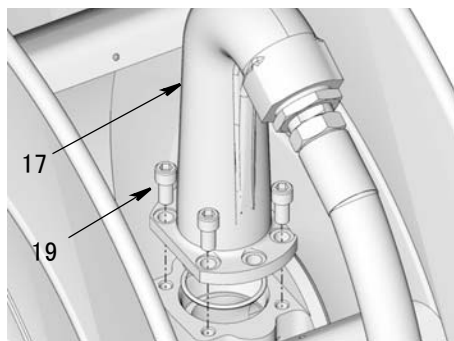

图 34
2. 从卷盘上拆下螺栓 (19) 和出口 (17) (图 34)。